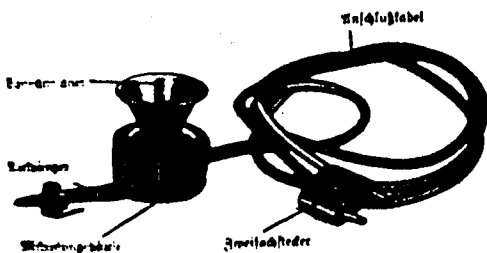

Bild 19
32. Das Mikroskop (Bild 19) ist ein Kohleörnermikroskop wie beim Feldfernsprecher 33. Das Gehäuse ist aus Leichtmetall gefertigt.